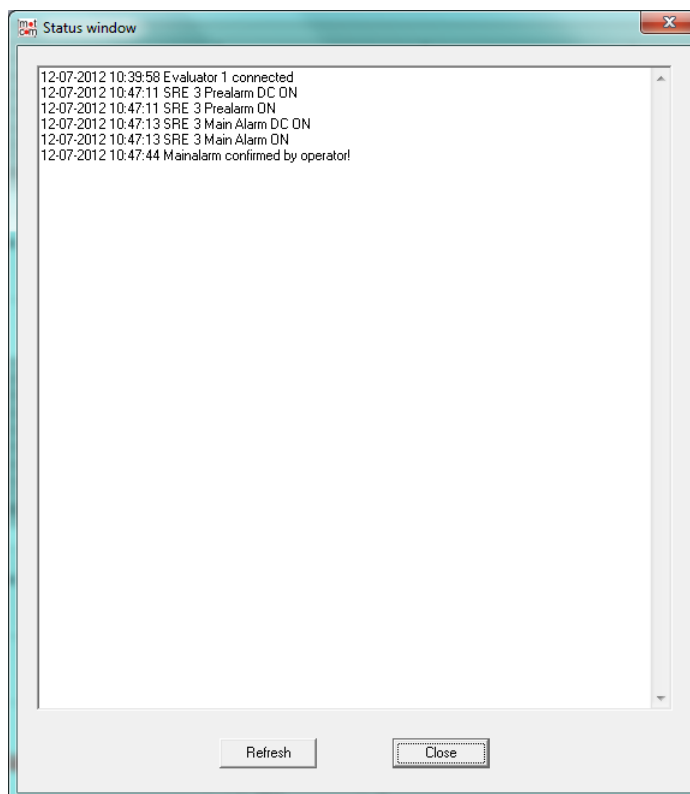

Fig. 5.2. Beispiel für Meldungen, die im Ereignisfenster / Statusfenster angezeigt werden
- Ist die Verbindung hergestellt, wird dies durch die Meldung "Connected" im Ereignisfenster bestätigt. (Abb. 5.2)
Die in BCom Data_Logger angezeigten Fehlermeldungen sind selbsterklärend, zum Beispiel, wenn ein Kommunikationsproblem mit dem BCom Evaluator vorliegt, wie in Abb. 5.2 zu sehen ist.